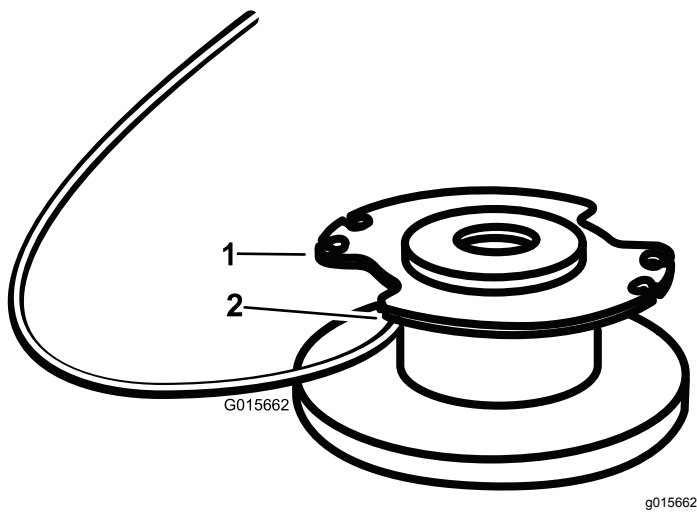

Figura 19
4. Inserte el hilo por el orificio de anclaje (Figura 19). Enrolle el hilo en el carrete en el sentido indicado por las flechas marcadas en el carrete.